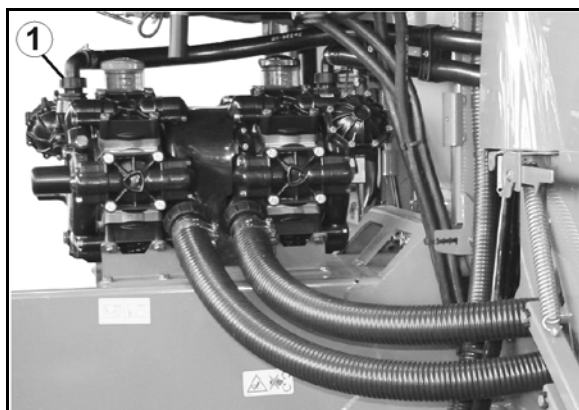

Fig. 189
- Fig. 189 brukes til å finne en egnet dysetype. Dysetypen bestemmes ut fra